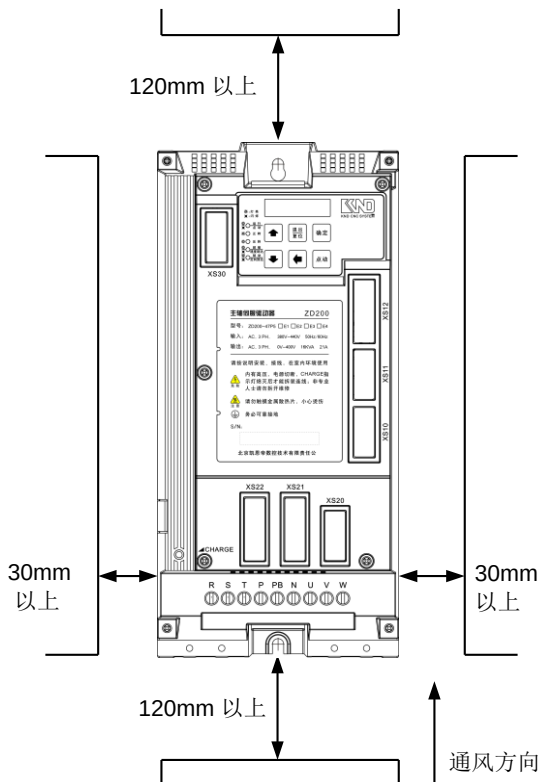

图 2-1 驱动器安装示意图
- 3 安装间隔：伺服驱动器之间以及与其它设备间的安装间隔距离，请参考图 2-1，实际中应尽可能地留有较大的安装间隔，以保证散热。
- ① 安装电气控制柜时，防止粉尘、金属屑、螺钉等异物进入驱动器内部。
- ② 本驱动器仅用于控制交流异步伺服电机，请勿用于控制其它类型电机。